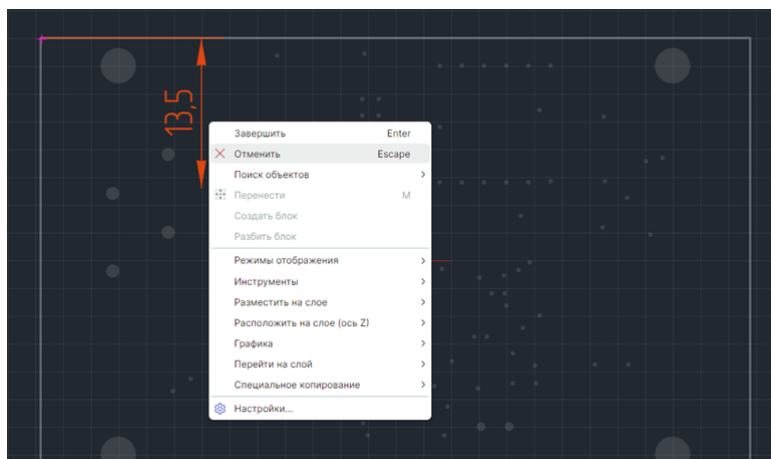

Рис. 412 Отмена размещения размерной линии
5. Размещение линии можно отменить, для этого нажмите клавишу «Escape» или вызовите контекстное меню и выберите «Отменить», см. Рис. 412.